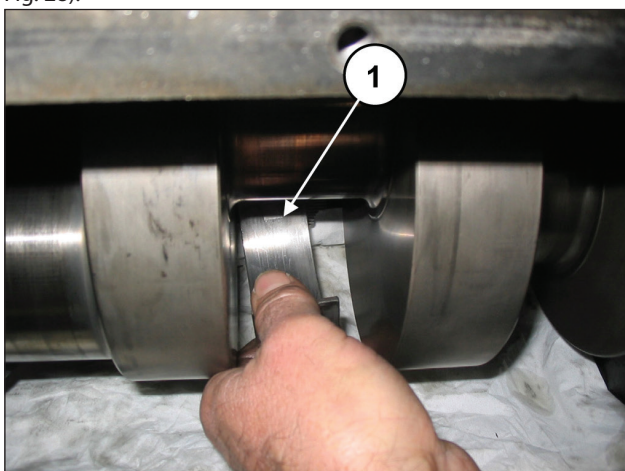

Fig. 28
Sfilare i tre semicuscinetti superiori delle semibielle (pos. ①, Fig. 28).